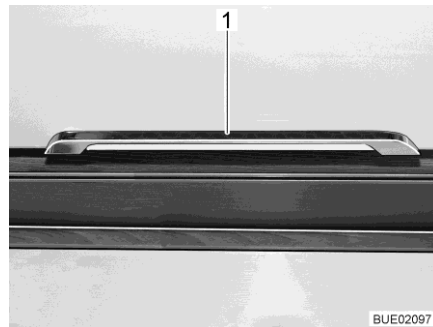

Fig. 89 Poignée de déverrouillage
- Suivant son emplacement, appuyer sur la poignée de déverrouillage (Fig. 89,1) vers le haut, le côté ou le bas et la maintenir appuyée.